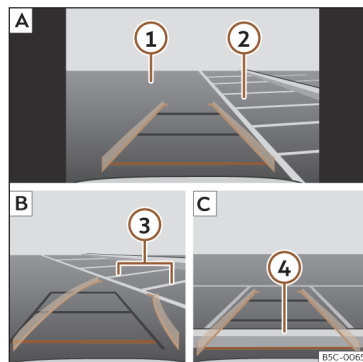

Fig. 197 Visualização no ecrã do sistema Infotainment: estacionar com o assistente de marcha-atrás
Legenda da **Fig. 197**:
- Posicione o veículo à frente do lugar de estacionamento >>> **Fig. 197 ② A**.
- Retroceda rodando o volante de forma que as linhas amarelas se introduzam no lugar de estacionamento. As linhas verdes e amarelas têm de coincidir com as linhas de delimitação laterais **③ B**.
- Pare o veículo quando a linha vermelha tiver atingido a delimitação traseira **④ C**.